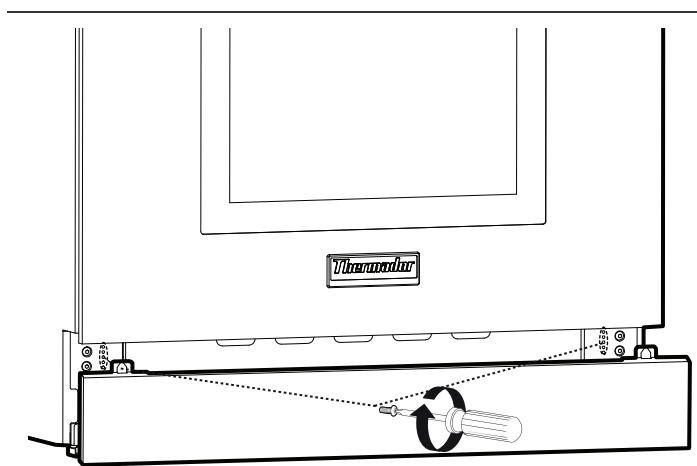

Figure 24 : Ajustement du panneau de seuil (plinthe)
2. Remplacez le panneau à l'une des cinq positions de trou de vis, comme illustré sur la *Figure 24*. Réinstallez les vis Torx.
Tournez le bouton à HI. Voir Figure 24 pour les caractéristiques de flamme appropriées.